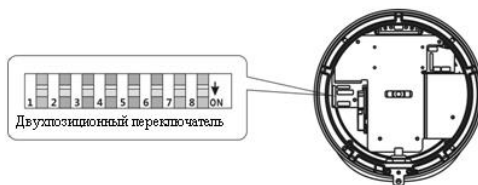

Рис. 3.1- Двухпозиционный переключатель
- Двухпозиционный переключатель: Переключатели для настройки адреса камеры расположены на основной плате внутри камеры (см. рис. 3.1- Двухпозиционный переключатель).